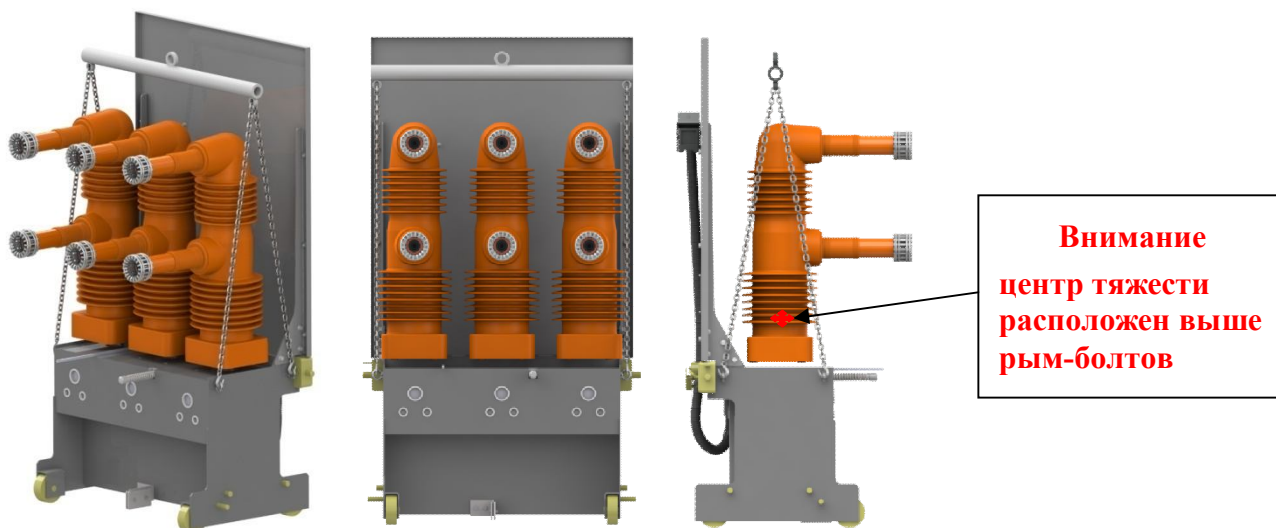

Рис. 19 Расположение приспособлений для подъема выключателя
–транспортирование выключателя вне заводской упаковки допускается только внутри помещений при помощи подъемного механизма с зацепом согласно рис. 19.